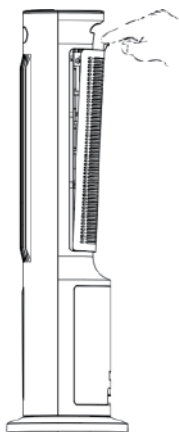

Fig.2
2. Come mostrato in Fig. 2, premere verso l'alto la maniglia del serbatoio dell'acqua ed estrarlo. È possibile estrarre il serbatoio fino a tre quarti della sua posizione per aggiungere acqua direttamente. Durante l'aggiunta di acqua, fare attenzione a non superare la linea "max". Se necessario, estrarre la pompa e il serbatoio dell'acqua per riempirli, quindi reinserirli per l'uso. Assicurarsi che il livello dell'acqua sia al di sotto della linea "max" ma al di sopra della linea "min" quando si aggiunge acqua. Quando si desidera una maggiore freschezza, aggiungere dei contenitori di ghiaccio o cubetti di ghiaccio nel serbatoio dell'acqua. Tuttavia, è importante assicurarsi che il livello dell'acqua sia inferiore alla linea "max" anche dopo l'aggiunta di ghiaccio.